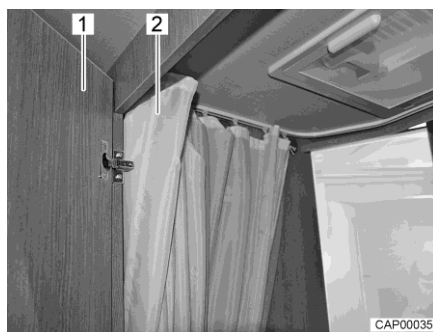

Bild 111 Toalett med dusch
- Stäng dörren när du vill duscha (Bild 111,1) och dra till duschförhänget helt (Bild 111,2), så att alla väggar är skyddade.